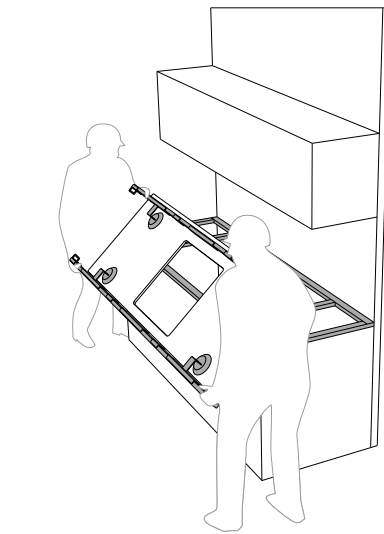

fig. 5
- Per tagli a L o interni alla lastra, Mirage® raccomanda la realizzazione di fori in corrispondenza dei vertici onde evitare che la superficie si danneggi con la lama del flessibile (fig. 5);
- Prevedere giunti di dilatazione di almeno 3 mm tra il countertop e l'eventuale back-splash, al fine di sopprimere a irregolarità della parete o possibili movimenti strutturali dell'edificio, evitando così una eccessiva tensione con conseguente rottura della lastra (fig. 5). Il listello di finitura deve essere sempre posizionato in appoggio sopra il top e sigillato mediante silicone.
- Successivamente i 2 pezzi saranno da bloccare con appositi morsetti, da non rimuovere prima del tempo di asciugatura necessario (fig. 5).